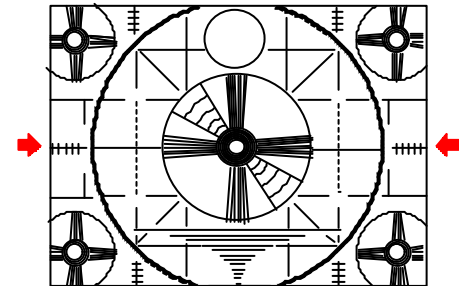

Fig.1-3
- 2.左右の水平目盛りが SPEC 内となるように SFR601 を調整する。 (Fig1-3)